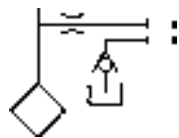

图 17.8.26 复制图形（三）
(9) 用 **修改** \rightarrow **复制** 命令，将 Step1 (1) 绘制的图形复制到图 17.8.26 所示的位置。